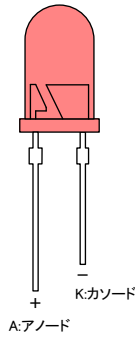
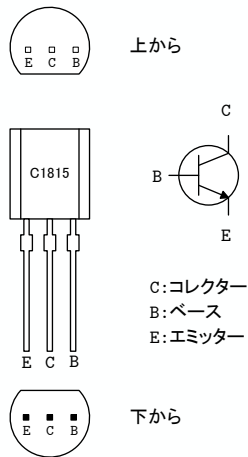

図 2: LED 外観と記号
図 4: トランジスターの外観と記号
- LED やダイオード，トランジスターには極性があり，正しく接続する必要がある．図 2 や図 4 に，それぞれの極性を表す．